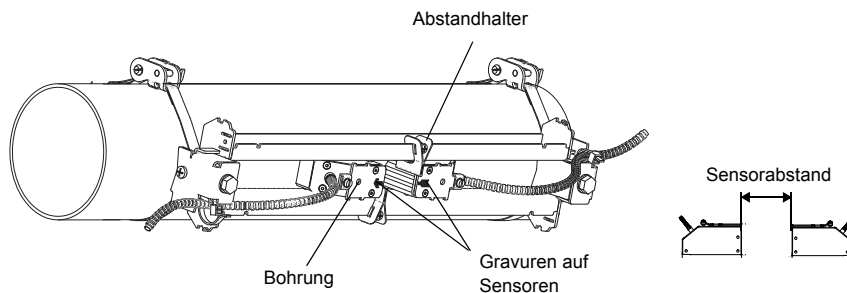

Abb. 9.45: Sensoren in Schiene (Federbügel nicht dargestellt)
- Positionieren Sie die Sensoren in der Schiene, dass die Gravuren auf den Sensoren einen Pfeil ergeben. Die Sensorkabel zeigen in einander entgegengesetzte Richtungen (siehe Abb. 9.45).
- Stellen Sie den Sensorabstand ein, der am Messumformer angezeigt wird (siehe Abschnitt 11.6 und Abb. 9.45).
- Fixieren Sie die Sensoren, indem Sie die Andrückschrauben leicht anziehen. Das Ende der Schraube muss über der Bohrung am Sensor positioniert werden (siehe Abb. 9.45).
- Fixieren Sie die Abstandhalter an der Schiene, um die Sensorposition zu kennzeichnen (siehe Abb. 9.45).